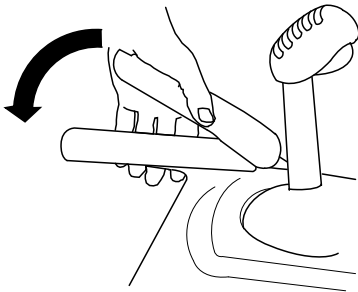

Figure 29
2. Engagez le levier de commande de déplacement et maintenez-le en place (Figure 29).